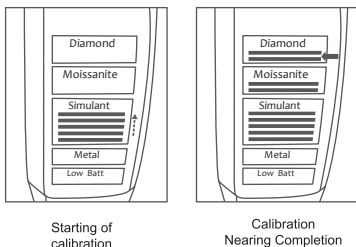

图 1.14
7. 校准过程中，“Simulant”（模拟物）、“Moissanite”（碳硅石）和“Diamond”（钻石）指示灯将逐一点亮，并伴随着有节奏的哔哔声，”Diamond”（钻石）LED灯表示校准阶段结束，**如图1.14所示**。